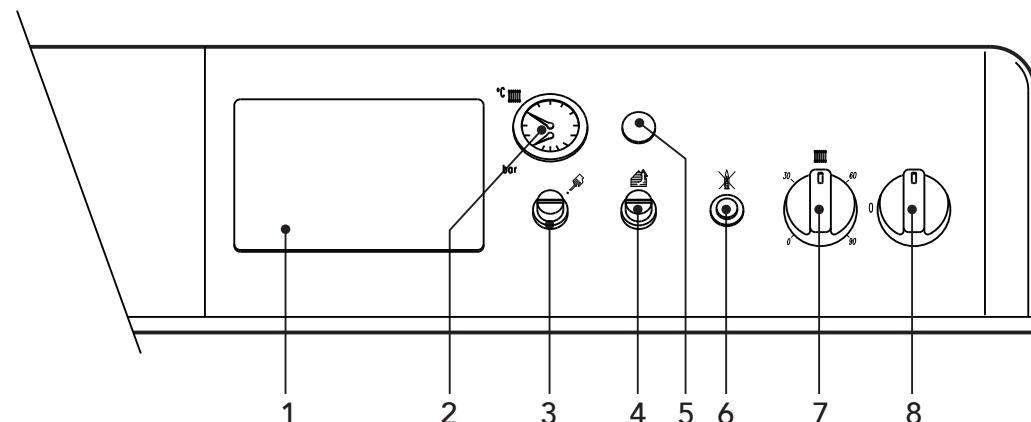

fig. 1
- Coloque o interruptor da caldeira “8” na posição 1 (fig. 1).
- Se a caldeira possuir uma unidade de controlo electrónica termostática, montada na posição 1 (fig. 1), o utilizador deverá também ter em conta as instruções fornecidas pelo fabricante da mesma.
Rodando o botão 7 (fig. 1) para a direita, a temperatura da água de aquecimento aumenta; para a esquerda diminui. A temperatura pode ser regulada entre um mínimo de 30° e um máximo de 90°. No entanto, é aconselhável não utilizar a caldeira a uma temperatura inferior a 45 °C.
Programe com o termóstato ambiente à temperatura desejada para cada compartimento. Através do comando do termóstato ambiente, a caldeira liga-se e aquece a água à temperatura predefinida pelo termóstato de regulação da caldeira 7 (fig. 1). Quando a temperatura desejada no interior dos compartimentos é atingida, o gerador desliga-se.
A pressão de enchimento, com o circuito frio, lida no hidrómetro da caldeira (peça 2 fig.1) deve ser de cerca de 1,0 bar. Se, durante o funcionamento, a pressão do circuito descer (devido à evaporação dos gases dissolvidos na água) a valores inferiores ao mínimo indicado, abra a torneira de enchimento e restabeleça o valor inicial. No final da operação, volte a fechar a torneira de enchimento.